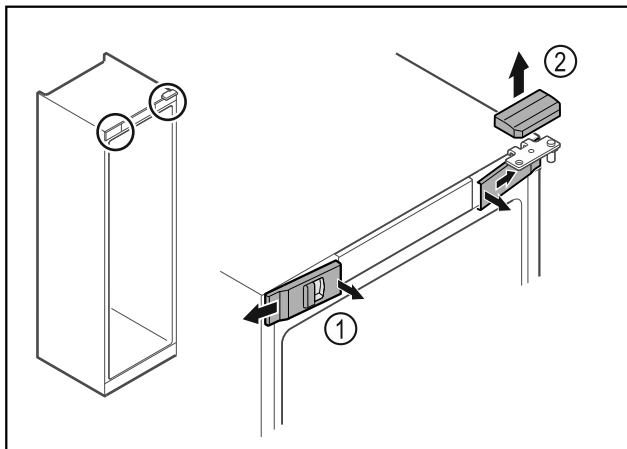

Fig. 7 *
▶ Передние крышки Fig. 7 (1) освободите от фиксации с внутренней стороны и отведите в сторону.*
▶ Движением вверх снимите верхнюю крышку Fig. 7 (2).*